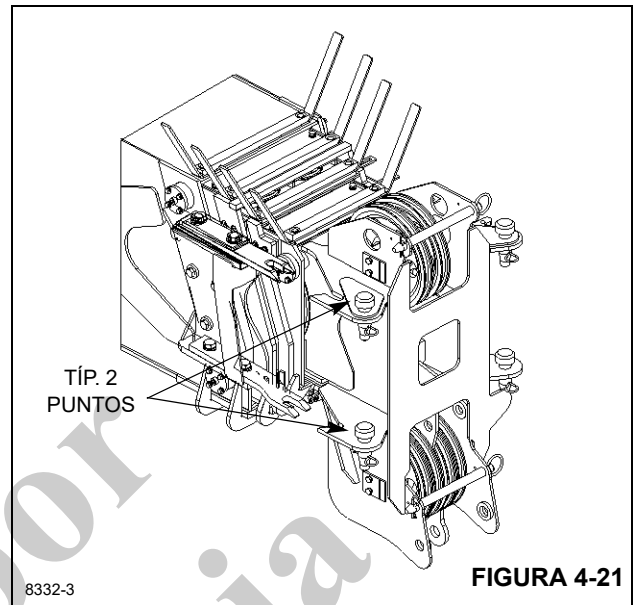

FIGURA 4-21
4. Utilice una eslinga para elevar el conjunto del plumín, alinéelo y fíjelo con pasador a la cabeza de poleas de la pluma, Figura 4-21.